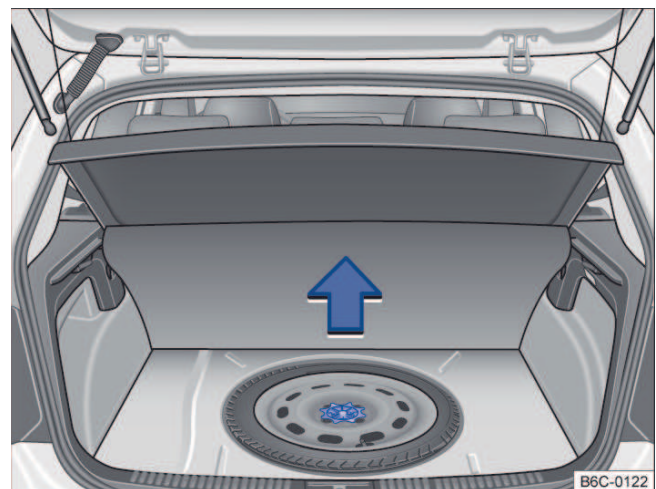

Fig. 124 No compartimento de bagagem, sob o revestimento de assoalho: roda de emergência e ferramentas de bordo.
As ferramentas de bordo e a roda de emergência estão localizadas no compartimento de bagagem, sob o revestimento do assoalho → Fig. 124.
- Levantar o revestimento do compartimento de bagagem → Fig. 124.